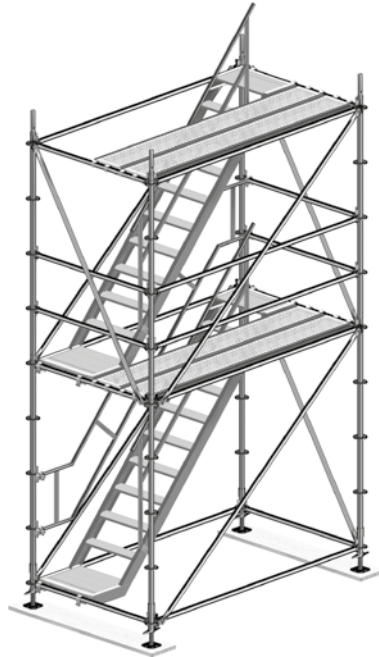

Abb. 13.1
23. Schritte 7 bis 22 wiederholen bis die gewünschte Treppenturmhöhe erreicht ist (Abb. 13.1 bis 13.4).